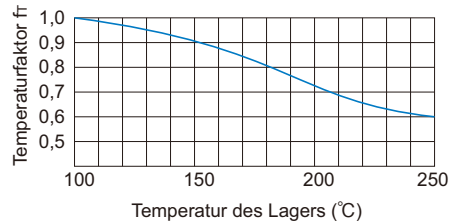

Abb. 1 Temperaturfaktor (fr)
- fr** : Temperaturfaktor (siehe Abb. 1)